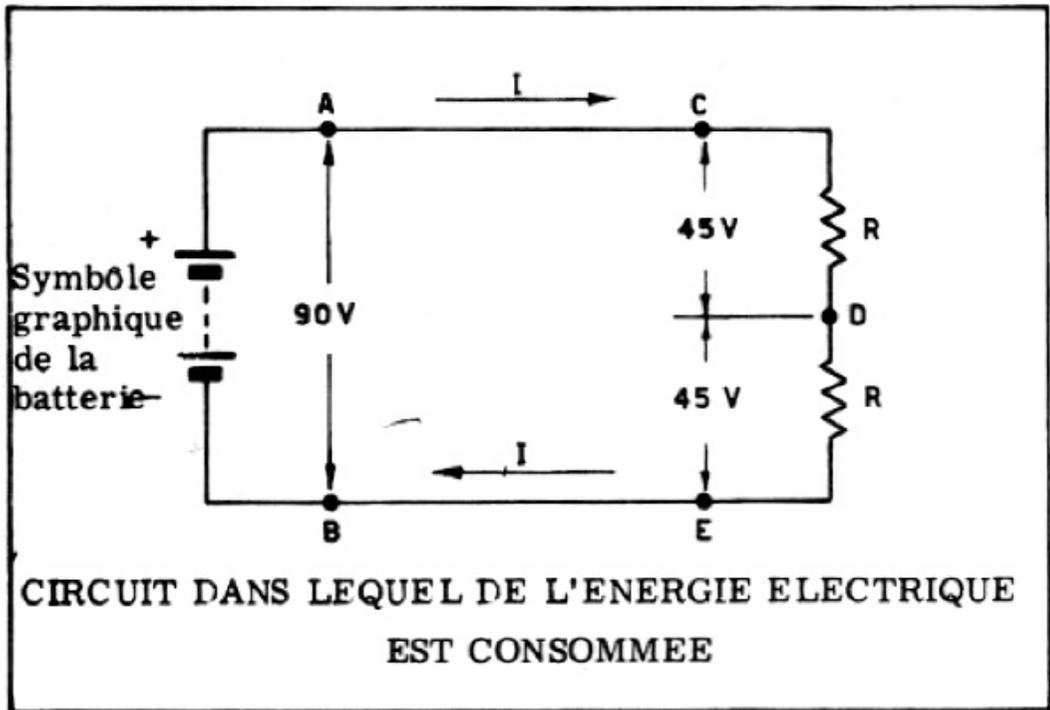

Figure 1
Pour voir comment on peut évaluer l'énergie consommée, référons-nous à un circuit très simple, comme celui de la *figure 1*, constitué par une batterie reliée à deux résistances (R) égales placées en série, que nous supposons appartenir à un radiateur électrique.
Portons notre attention sur les deux résistances R de la *figure 1*, car il s'y produit de la chaleur, et c'est donc là que l'énergie possédée par la char-